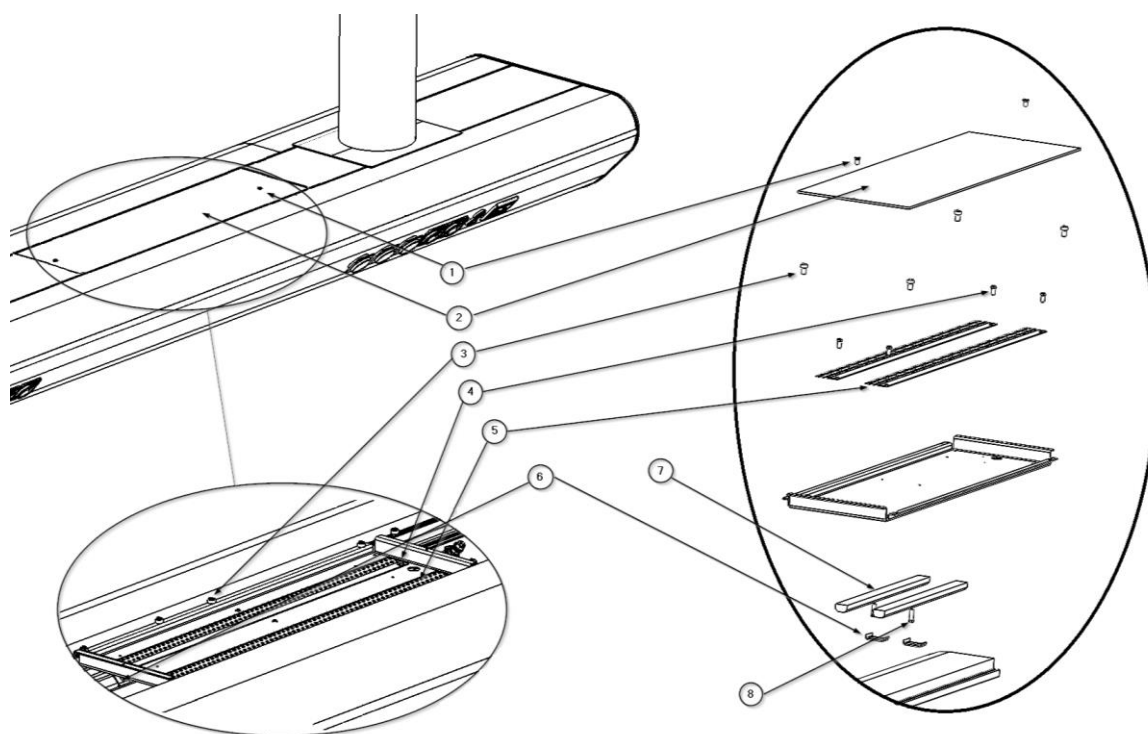

Fig.4 Substitution indirecte de la lumière
- Débranchez l'alimentation électrique du contrôleur ② du bornier.
- Dévissez les 2 vis hexagonales M4 x 8 ① DIN 7500 et dégagez le module d'éclairage. La bande LED ⑤ et son connecteur rapide sont visibles. Voir la figure 4.